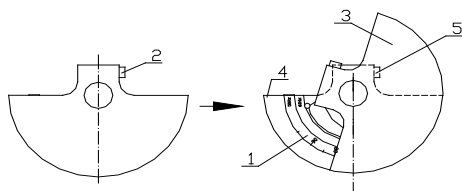

图 9 扇形偏心块激振力调整
5、扇形偏心块振动电机激振力的调整（见图 9）；
5.3 设原最大激振力为 F_c 。当偏心块一直边与激振力指示牌 50Hz 的 “80%” 刻度线对准时，则调整后的激振力为 50Hz 的 $F_c \times 80\%$ ，详见图 9。